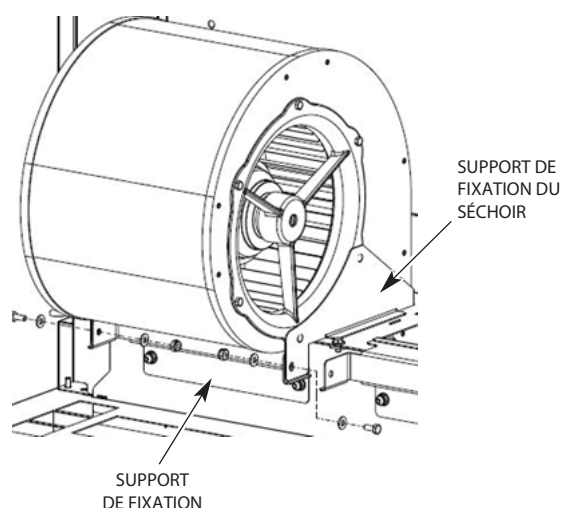

Fig. 24
3. Descendez le côté arrière de l'ensemble du séchoir pour que les trous des supports de fixation s'alignent avec les trous des supports de fixation de la monture du fil chauffant. (Fig. 24).
4. Installez les vis à tête hexagonale à calotte $\frac{1}{4}$ -20 avec leurs rondelles et rondelles-frein tel qu'illustré à la figure 24 et serrez.